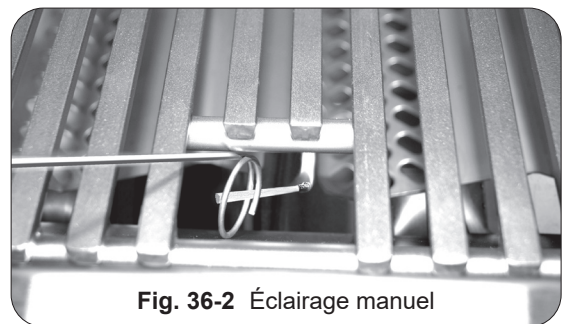

Fig. 36-2 Éclairage manuel
2. Insérez soit un briquet au butane à long canon allumé, soit une allumette à longue tige allumée, à travers l'ouverture de la grille de cuisson jusqu'au sommet du brûleur (voir Fig. 36-2).
Cette unité comprend un porte-allumette avec rallonge en fil métallique (fixé à l'avant du châssis du gril sous le panneau supérieur du gril) pour faciliter l'allumage manuel (voir Fig. 36-2 et 3).